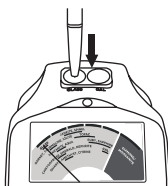

Рис. 1.5
- Прижмите наконечник щупа к диску-имитатору стекла, расположенному слева от контрольной лампы (**Рис. 1.5**). Приложите достаточных усилий, чтобы выступающий наконечник полностью вошел внутрь корпуса щупа-ручки. Стрелка индикатора должна подняться и остаться в красной полосе (предпочтительно в центре) с надписью «Стекло» в течение двух-трех секунд.